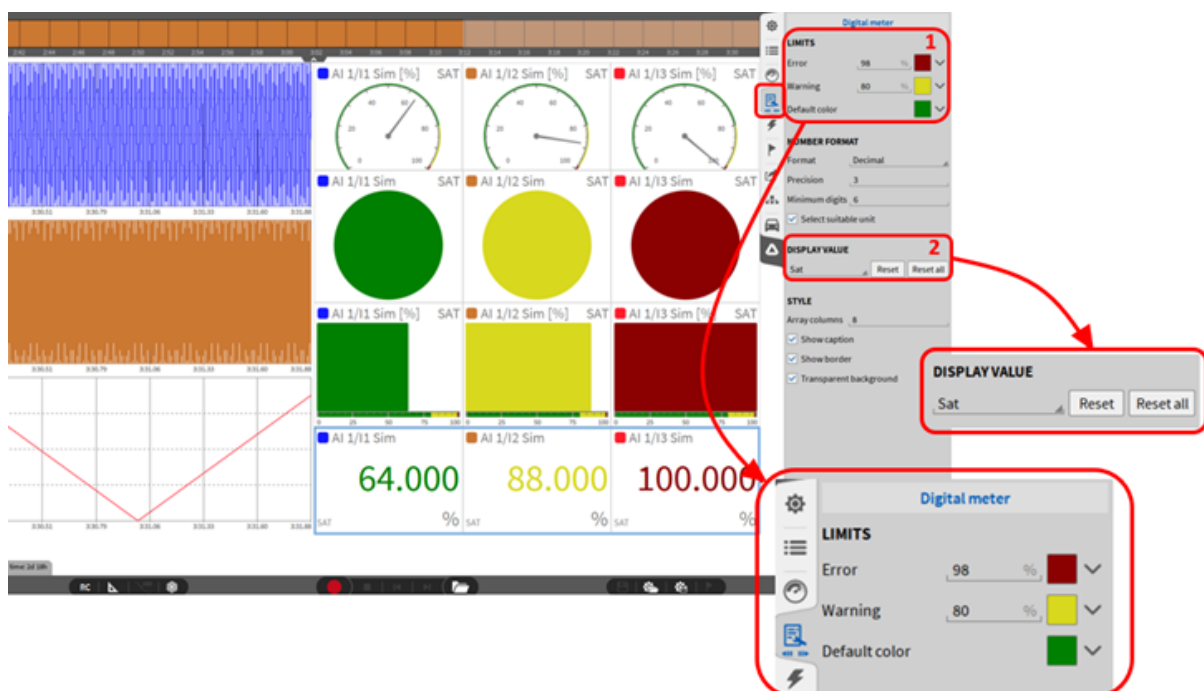

Abb. 8.15: Sättigungsdarstellung von Kanälen
Nach dem Hinzufügen einer der zuvor aufgelisteten Instrumente am Messbildschirm, muss als Anzeigewert der Modus „Sat“ (Sättigung) in den Einstellungen des jeweiligen Instrumentes ausgewählt werden. (siehe ② Abb. 8.15). Mit Betätigen des Knopfes „Reset“ kann das ausgewählte Instrument zurückgesetzt werden, mit „Reset all“ werden automatisch alle Sättigungsdarstellungen zurückgesetzt (Auch für andere als das ausgewählte Instrument). Nach der Auswahl des Anzeigewertes „Sat“, können die Farben sowie die Grenzwerte für die Darstellung bei Bedarf geändert werden (siehe ① in Abb. 8.15).